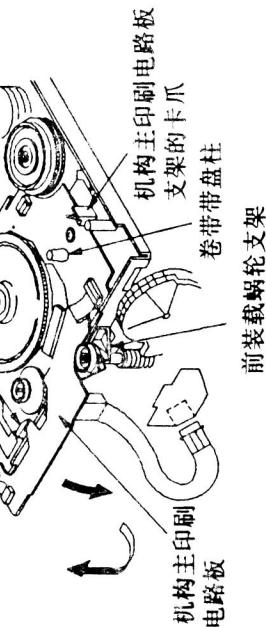
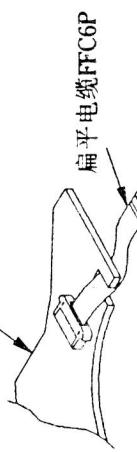

图60
图61
⑧安装时,如图60所示将LED部分插进LED托架的孔洞中,这样LED托架的爪就完全不与主底盘相接触;
⑨然后将电路板牢牢地安装到收带盘柱和机构主电路板的支持架部分上去,其操作顺序与拆卸步骤相反(注意:扁平电缆FFC5P、FFC6P、FFC10P不要阻塞其他部分);
⑩扁平电缆FFC6P的穿越路径如图61所示。